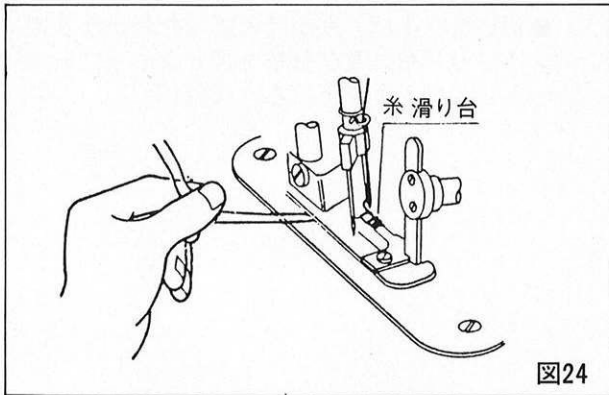

図24
- まず、押え金の下から出ている2本の糸を左手でつまみ、右手ではずみ車を手前に数回廻わして、糸滑り台に糸がからんでいる事を確認する。(図24)